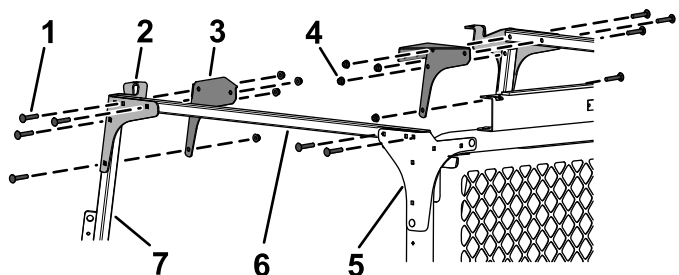

Figura 35
8. Instalezi fără a strânge tuburile barei transversale la consolele de montare posterioare i guseurile de col posterioare utilizând 4 uruburi de fixare (5/16 x 1 3/4") i 4 piulie cu guler (5/16") după cum este indicat în Figura 35.
9. Instalezi fără a strânge consolele de montare frontale i guseurile de col frontale la tuburile barei transversale i suporturile pentru parbriz utilizând 8 uruburi de fixare (5/16 x 1 3/4") i 8 piulie cu guler (5/16") după cum este indicat în Figura 35.